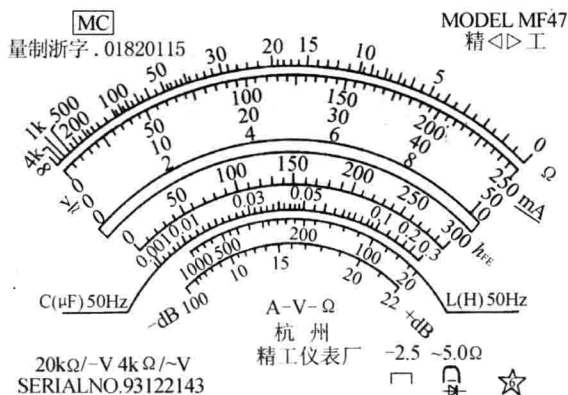

图 1-10 MF47 型万用表表盘
(1) MF47 型万用表表盘。MF47 型万用表表盘如图 1-10 所示,表盘上有 6 条标度尺,其含义见表 1-5 所示。MF47 型万用表表盘上的符号、字母和数字有确定的含义,其中符号